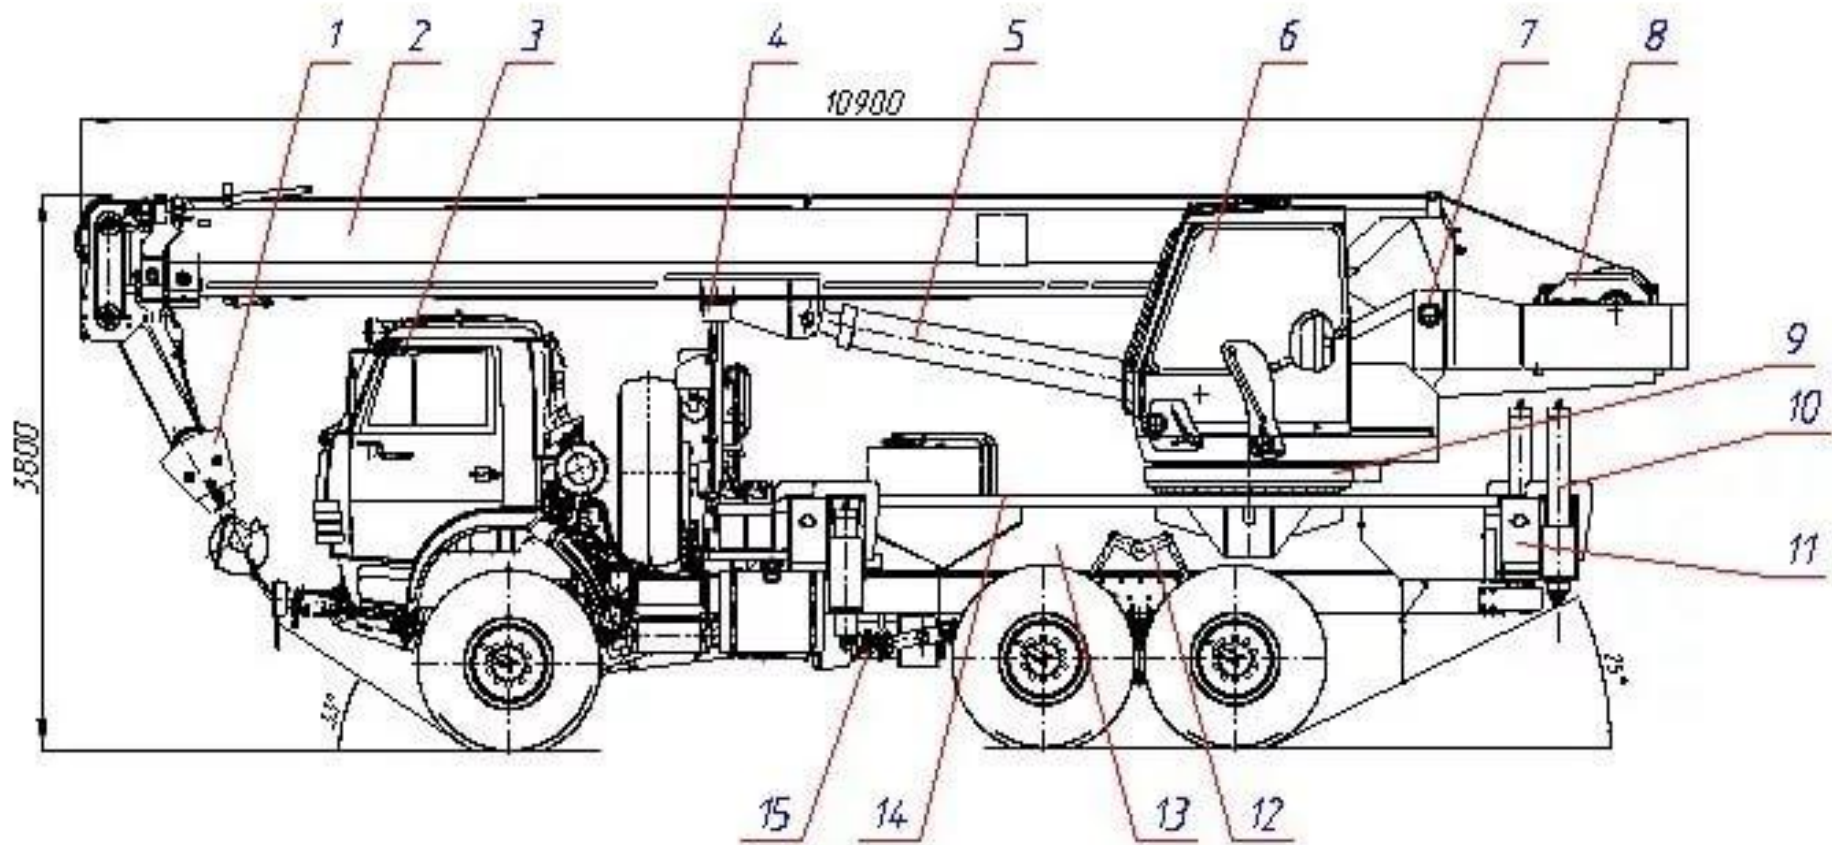

Рисунок 1
1. Назовите основные параметры крана. Объясните, от чего зависит грузоподъемность крана (рисунок 1).-30б